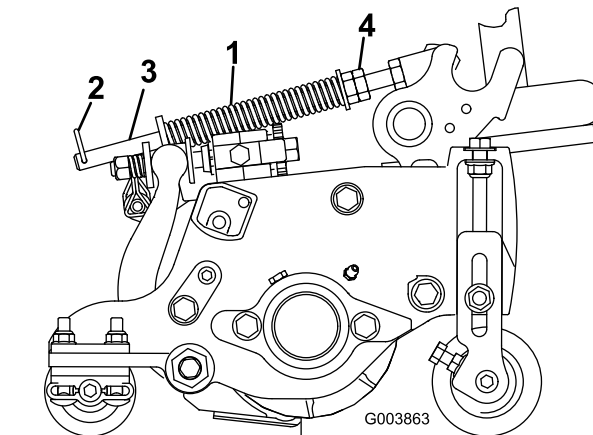

Figura 19
A mola de compensação de relva (Figura 19) transfere peso do cilindro dianteiro para o cilindro traseiro. (Isto ajuda a reduzir o efeito ondulado na relva, também conhecido como ondulação ou "bobbing".)
- Certifique-se de que o contrapino do gancho está instalado no orifício traseiro na haste da mola (Figura 19).
- Aperte as porcas sextavadas na extremidade dianteira da haste da mola até que o comprimento da mola em compressão seja de 15,9 cm (Figura 19).